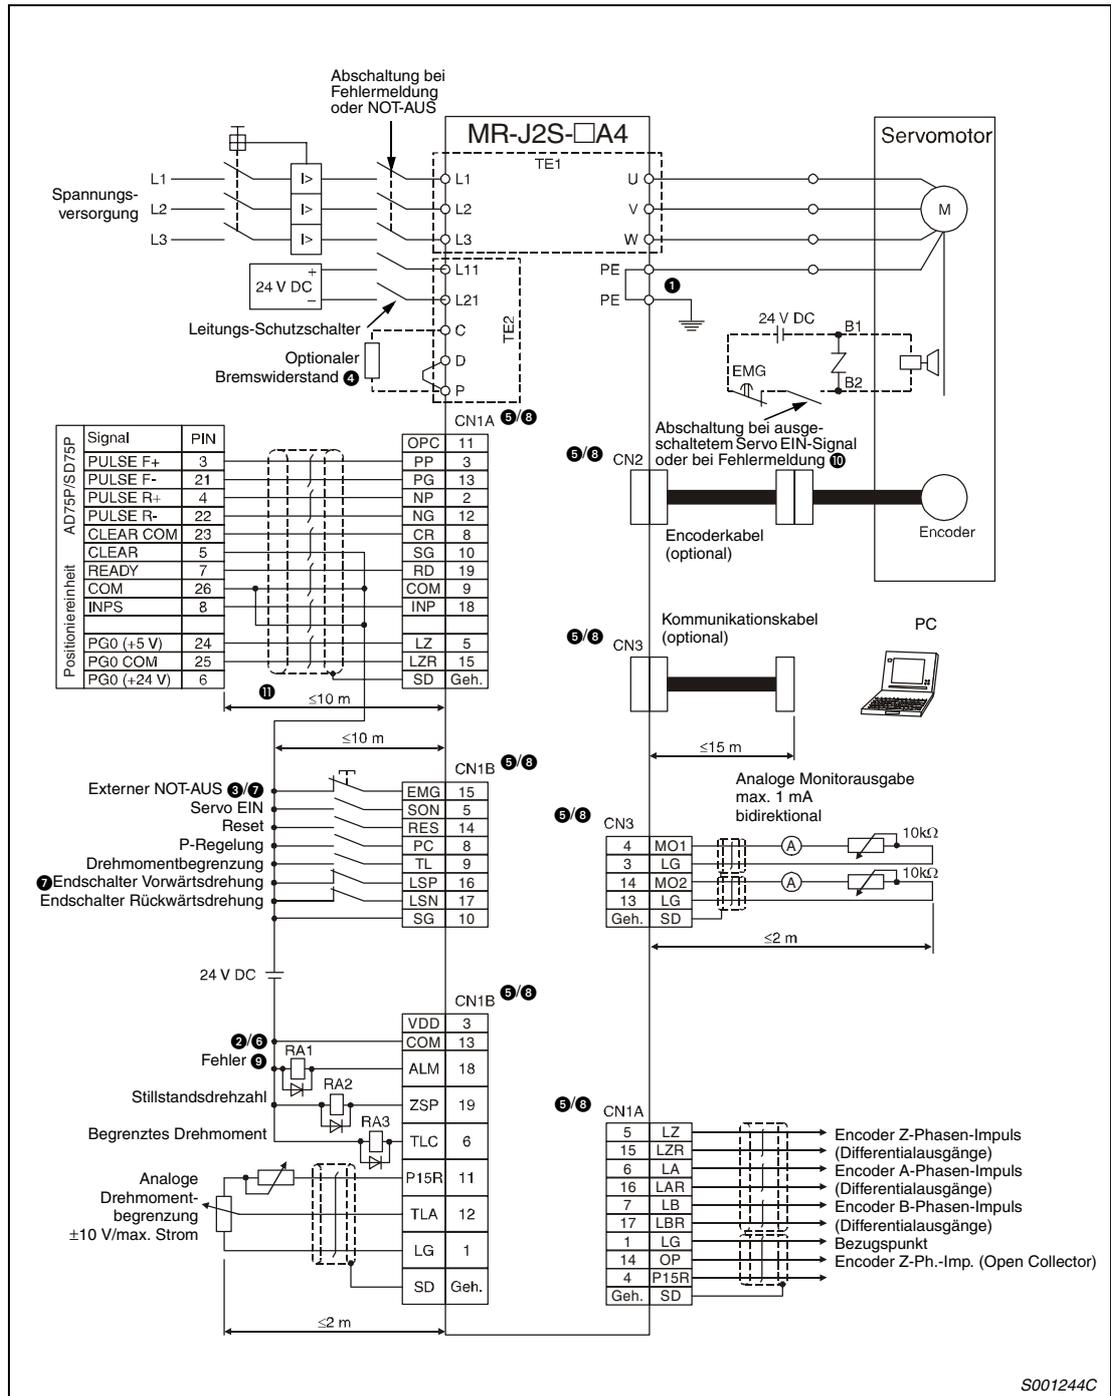

Abb. 3-50: Beispielschaltung zur Lageregelung mit positiver Logik
① **Achten Sie auf korrekte Erdung von Servomotor und Servoverstärker. Zur Vermeidung eines elektrischen Schlags müssen Sie die Schutzleiterklemme (PE) des Servoverstärkers, gekennzeichnet mit  $\perp$ , mit der Erdungsklemme des Schaltkastens verbinden.**
② **Achten Sie bei der Diode auf korrekten Anschluss. Ein verkehrter Anschluss der Diode führt zu fehlerhaftem Verhalten des Servoverstärkers und verhindert das Ausenden von Signalen, die wichtige Schutzeinrichtungen wie NOT-AUS oder andere steuern.**
③ **Ein NOT-AUS-Schalter muss eingesetzt werden.**
**Hinweise zu Abb. 3-50**
- ④ Die gezeigte Beschaltung der Klemmen für den optionalen Bremswiderstand gilt ausschließlich für die Servoverstärker MR-J2S-200A4 oder kleiner. Eine genaue Beschreibung zur Beschaltung der Klemmen für andere Leistungsklassen finden Sie in Tab. 3-4.
- ⑤ Die Stecker CN1A, CN1B, CN2 und CN3 haben die gleiche Form. Eine falsche Belegung der Schnittstellen kann zum Kurzschluss und zur Zerstörung der Ein-/Ausgänge führen.
- ⑥ Der Summenstrom der externen Relais darf maximal 80 mA betragen. Übersteigt der Summenstrom diesen Wert, müssen Sie zusätzlich eine externe Spannungsversorgung vorsehen.
- ⑦ Vor der Betriebsaufnahme müssen das externe NOT-AUS-Signal (EMG) und die Signale LSN und LSP eingeschaltet werden.
- ⑧ Im Servoverstärker sind Pins mit gleichem Namen miteinander verbunden.
- ⑨ Das Fehlersignal (ALM) ist, solange kein Alarm auftritt, immer eingeschaltet (Sicherheitschaltung). Wird das Signal bei einem Alarm ausgeschaltet, sollte die Sollwertausgabe der überlagerten Steuerung durch ein Unterprogramm gestoppt werden.
- ⑩ Gilt nur für Servomotoren mit elektromagnetischer Haltebremse.
- ⑪ Diese Länge bezieht sich auf die Ansteuerung des Befehlsimpulsketteneingangs im Differenz-Leitungstreiber-System. Bei Ansteuerung im Open-Collector-System beträgt die Länge maximal 2 m.